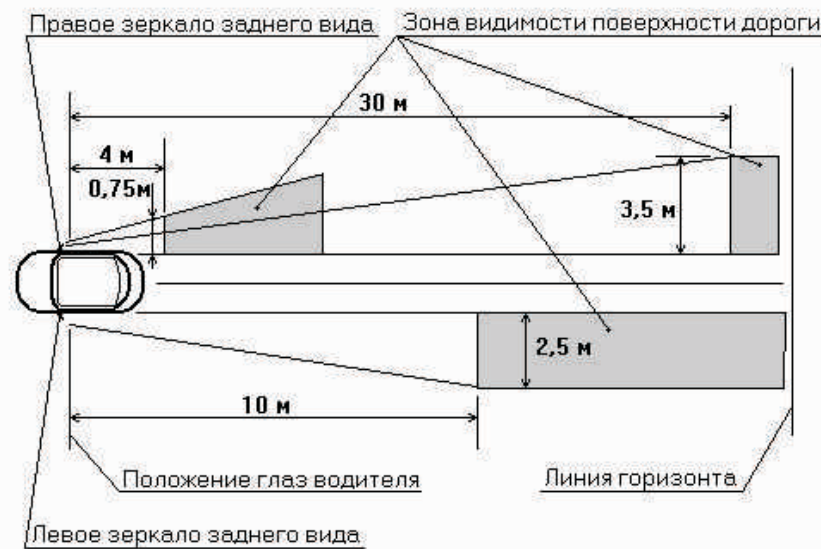

Рис. 1
4.4. Регулировка обзорности зеркала выполняется в соответствии с рис.1.